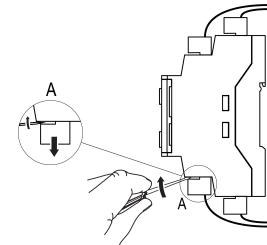

Рисунок 3 – Відокремлення змінних частин клем
- Відокремити від пристрію змінні частини кожної з клем разом з підімкненими зовнішніми лініями з'єзків за допомогою викрутки або іншого відповідного інструменту (див. рисунок 3).